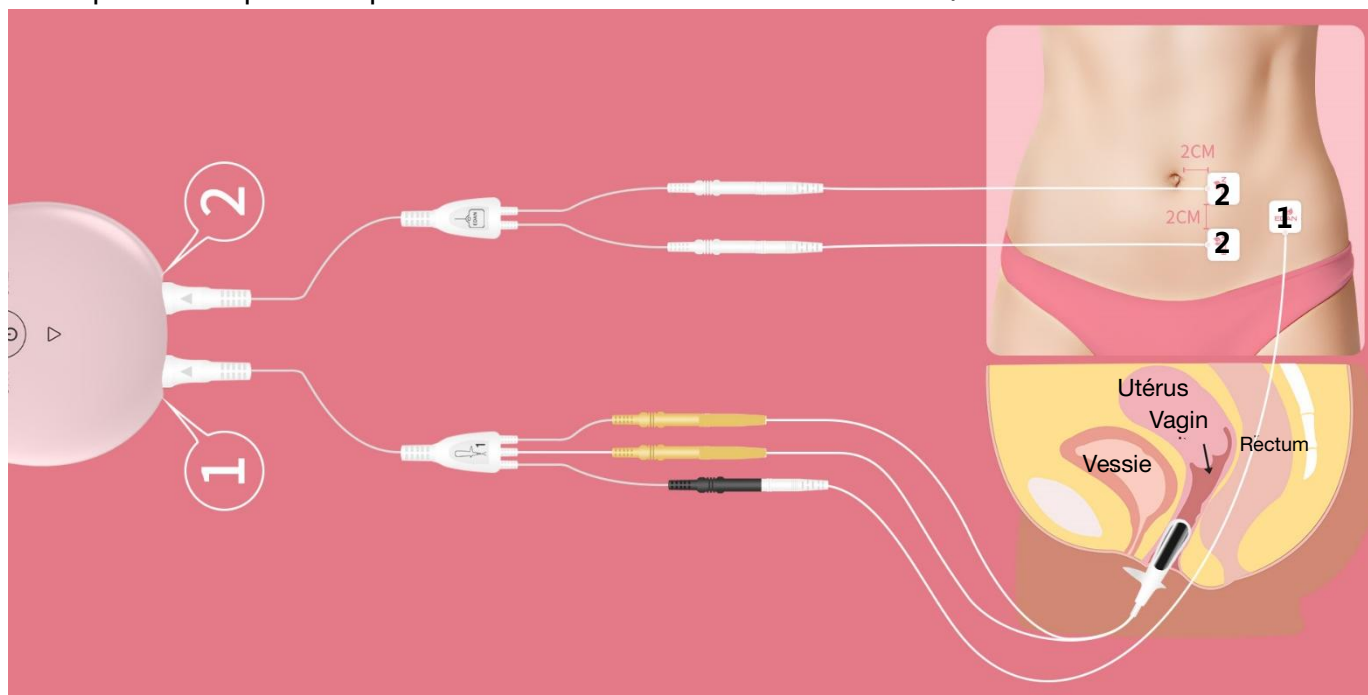

Figure 3-2
1. La méthode de connexion du câble du capteur rectal est identique à celle du capteur vaginal, veuillez vous reporter à la figure 3-2.